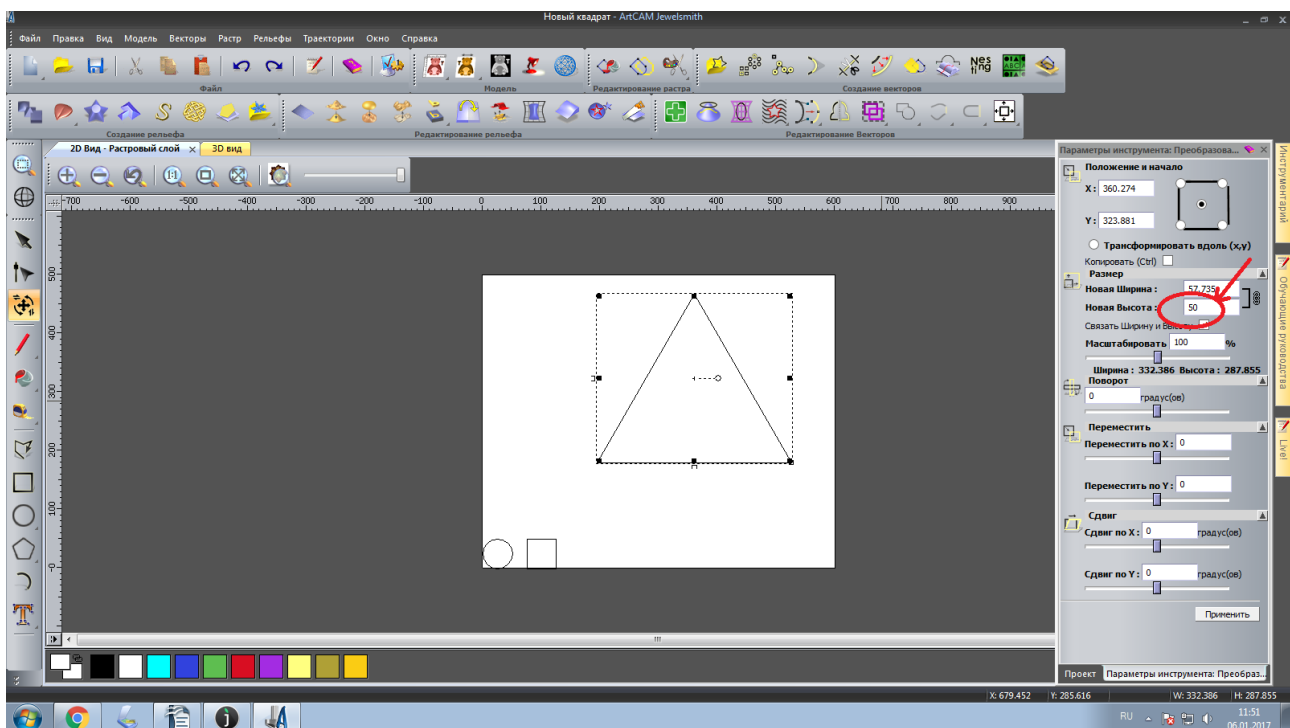

Рисунок 27. Изменение размеров треугольника
28. На панели «Параметры инструмента» укажите ширину 50мм в строке «Новая ширина» и высоту 50мм в строке «Новая высота», рисунок 27